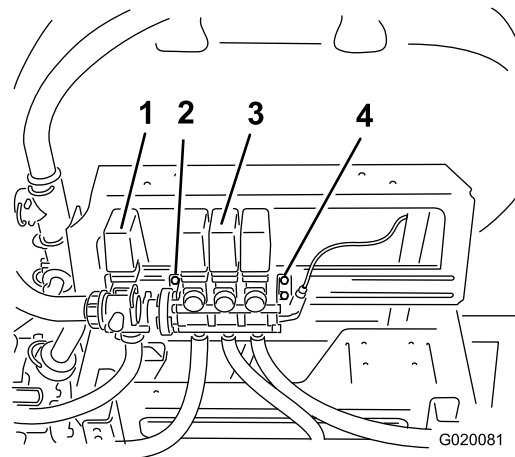
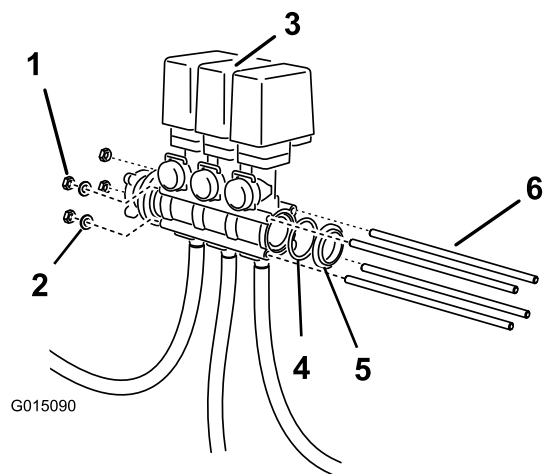

図 4
図 6
1. ブーム・バルブ・アセンブリを右側取り付けブラケットに固定しているボルトをゆるめる外さないこと 図 4。
8. ブーム・バイパス・バルブのボディについている穴に、ねじ山付きのロッドを通し、取り付けレールに近い方のロッド2本については、左側取り付けブラケットに通す【図4】と【図6】。